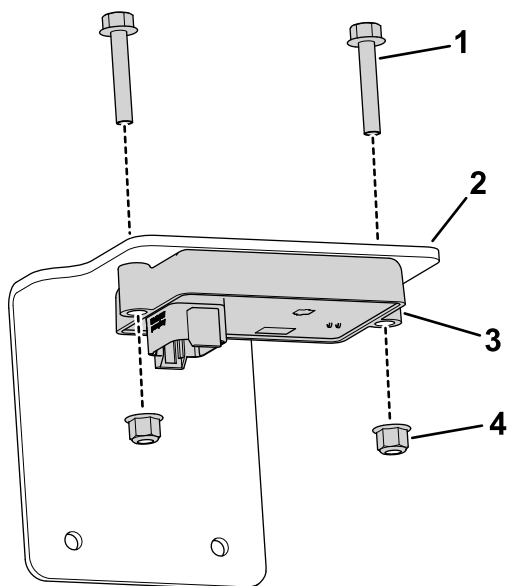

Figura 9
12. Utilize dois parafusos (M6 x 35 mm) e duas porcas flangeadas (M6) para prender o sensor de declive na montagem do sensor de declive (Figura 9).